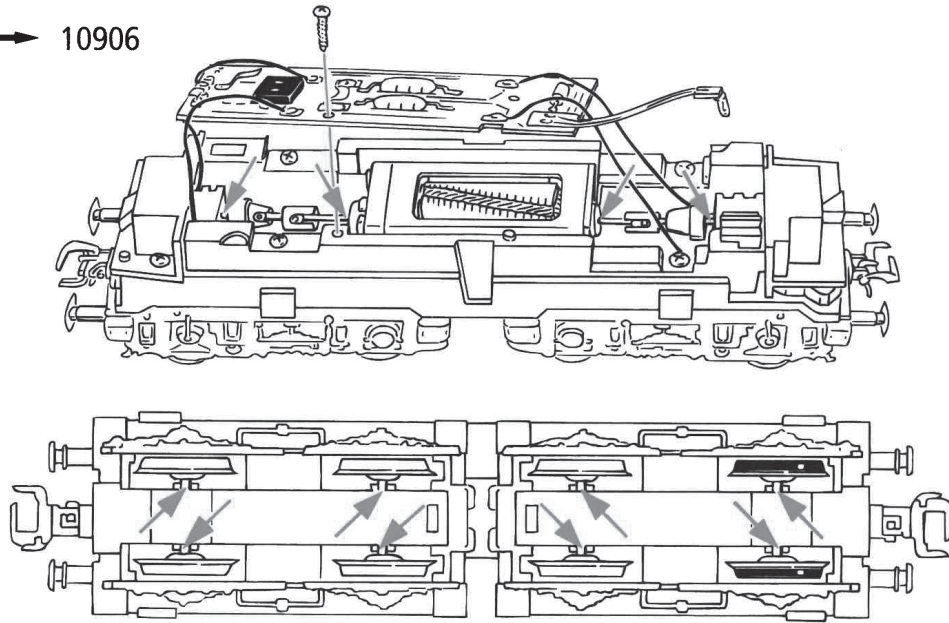
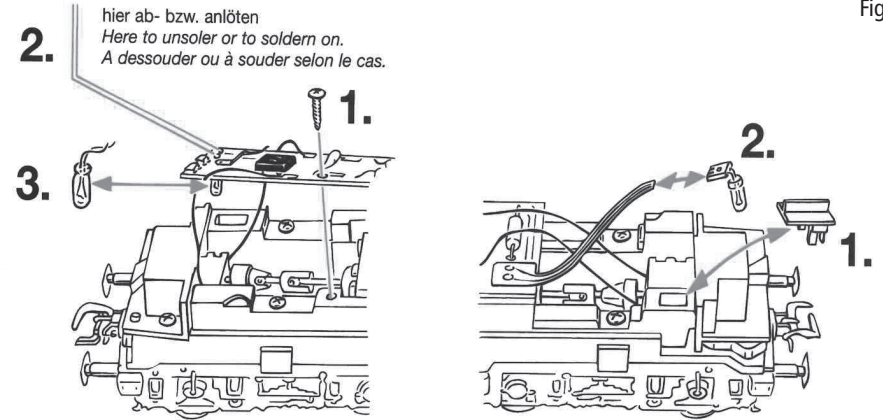

Fig. 8
Fig. 10
3. Haftreifenwechsel: Zuerst die Drehgestellblende abnehmen (Fig. 8). Danach den **Radsatz** herausnehmen und die **Haftreifen** mit einer Nadel od. mit einem feinen Schraubendreher abziehen (Fig. 10). Beim Aufziehen der neuen Haftreifen darauf achten, dass diese sich nicht verdrehen.
3. Change of traction tyre: Remove the bogie blind (fig. 8). Take out **wheel set** and remove **traction tyre** using a pin or a fine screwdriver (fig. 10). When pressing on the new traction tyre please **avoid twisting it**.
3. Échange des bandages d'adhérence: Démontez d'abord **les flancs de bogies** des engrenages (fig. 8). Délogez ensuite les essieux bandagés et enlevez, à l'aide d'une aiguille ou d'un tourne vis fin, les bandages d'adhérence (fig. 10). Lors du montage des nouveaux bandages veuillez veiller à ce que les bandages **ne soient pas tordus**.